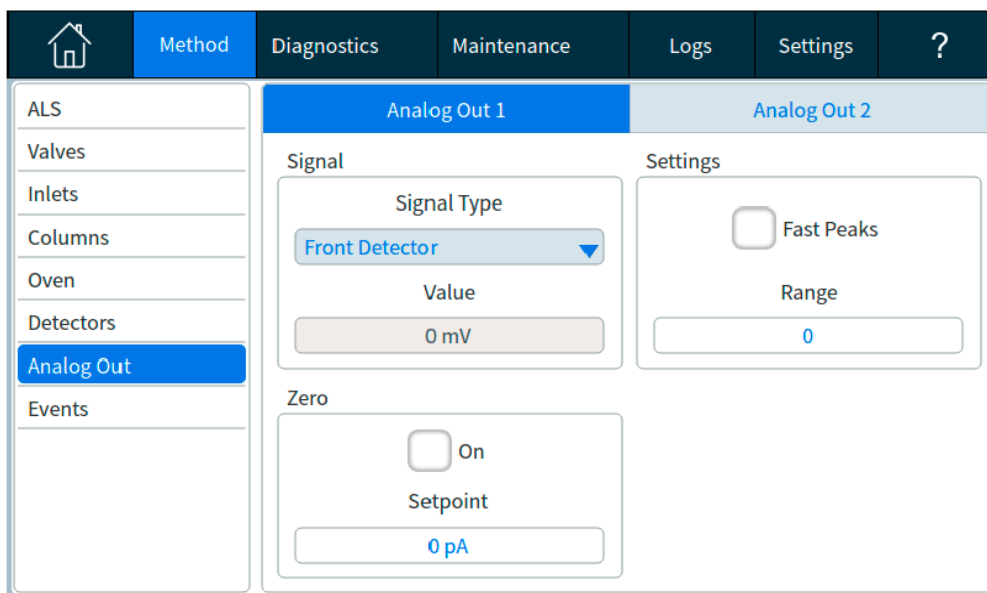

Figure 58. Page Paramètres de sortie analogique
- 1 Sélectionnez **Paramètres > Configuration > Sortie analogique**. Voir **Figure 58**.